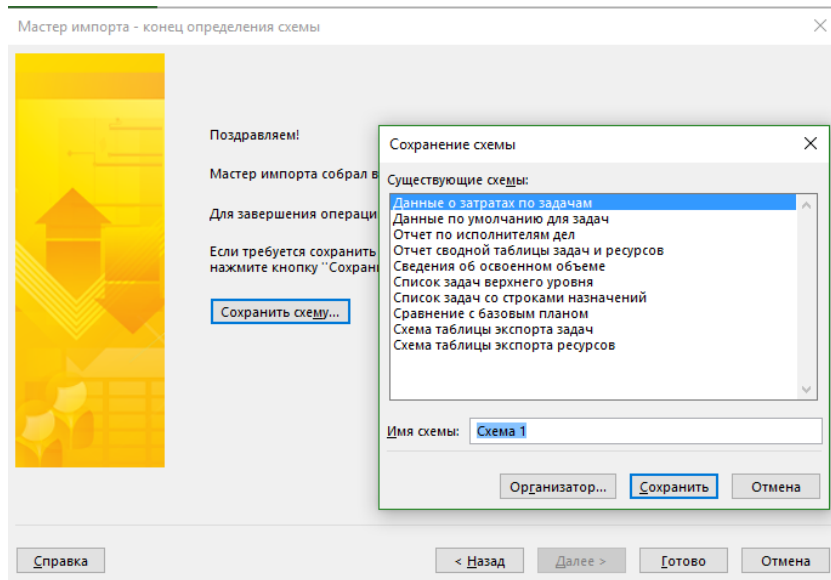

Рисунок 5.19 – Завершение импорта ресурсов и сохранение схемы импорта
2.5. Нажимаем «Далее», а если вы в дальнейшем планируете использовать такую схему импорта, то сохраняем схему и нажимаем «Готово» (см. рисунок 5.19).